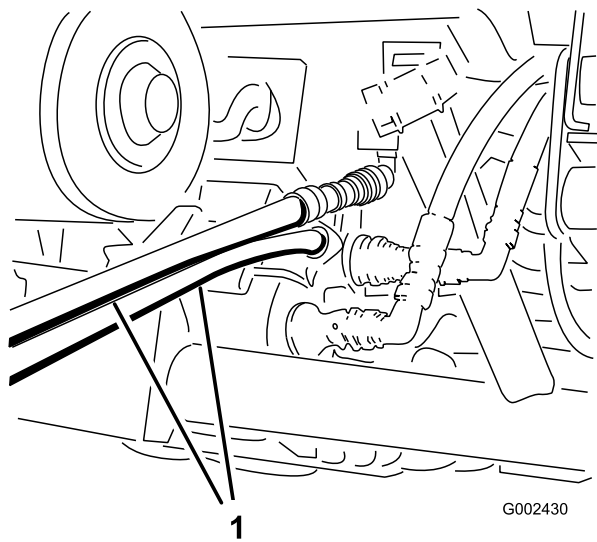

Figura 73
4. Sull'altro veicolo, collegate i due tubi ai giunti che si trovano ancora nella staffa dell'accoppiatore (collegate il tubo superiore al giunto superiore e il tubo inferiore al giunto inferiore) (Figura 73). Applicare un tappo sui raccordi inutilizzati.